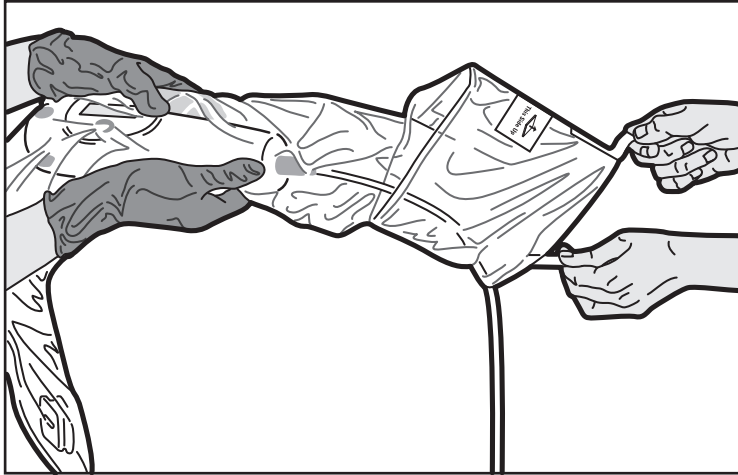

Figure 5. Dépliage de la poche
6. L'opérateur dans le champ stérile saisit alors l'unité d'entraînement à moteur MDU5 PLUS recouverte. L'opérateur hors du champ stérile saisit les languettes et tire dessus jusqu'à ce que la poche soit déployée dans toute sa longueur (figure 5).